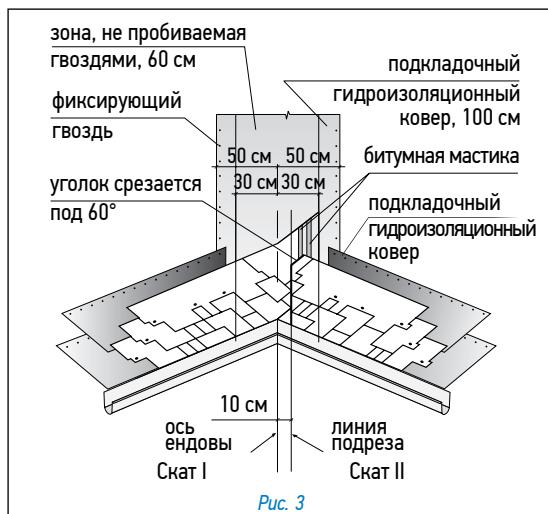

Рис. 3
Ендова (рис. 3)
- лист, подходящий к ендовой со ската II, должен доходить до линии подрезки и обрезаться по ней. Верхний уголок обрезанного края листа подрезается под углом 60° (5x3 см — рис. 3);